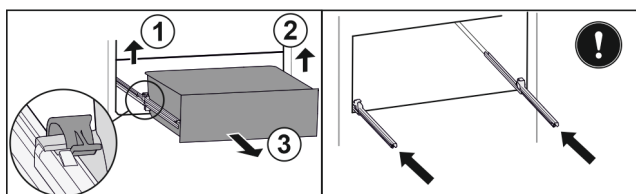

Fig. 43
- ▶ Dvignite levo spojko in hkrati povlecite predal levo naprej. Fig. 43 (1)
- ▶ Dvignite desno spojko in hkrati povlecite predal desno naprej. Fig. 43 (2)
- ▶ Predal vzemite ven v smeri naprej. Fig. 43 (3)